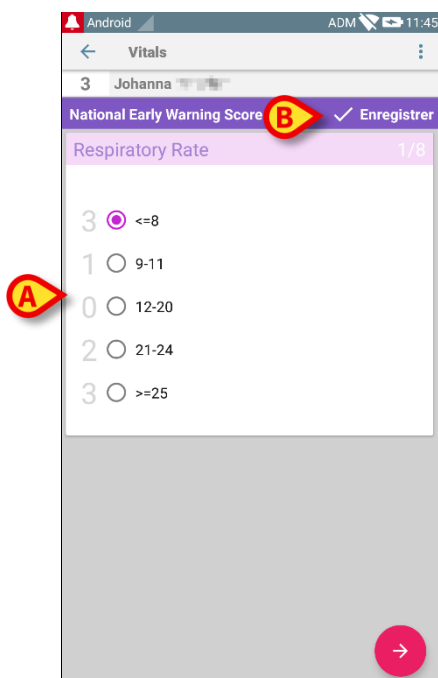

Fig 58
L'écran de saisie des données s'ouvrira (Fig 58).
- Modifier données (Fig 58 **A**).
- Taper **Enregistrer** (Fig 58 **B**).